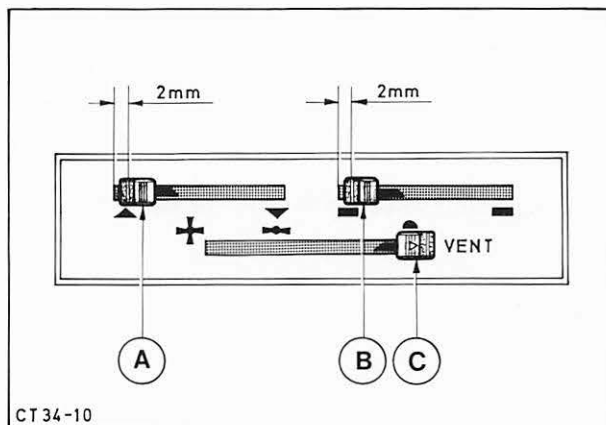

Abb. 14 Hebel am Bedienungsschalter einstellen
2. Am Bedienungsschalter Regulierhebel „A“ und „B“ ca. 2 mm vor Anschlag bringen bzw. Hebel „C“ am rechten Anschlag („VENT“) durch Herausziehen arretieren. Abb. 14. Befestigungsclip des entsprechenden Bowdenzuges vom Verteilerkasten bzw. vom Halter des Betätigungshebels der Temperatur-Regulierklappe abbauen.